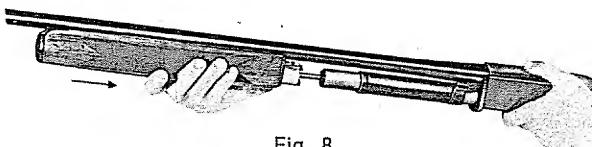

Fig. 8
8 — Infilare l'asta lungo il cilindro presa gas ed il serbatoio (fig. 8).
- 8 - assemble fore-end over gas cylinder and magazine tube (fig. 8).
- 8 - remonter le devant bois sur le cylindre à gaz et le tube magasin (fig. 8)